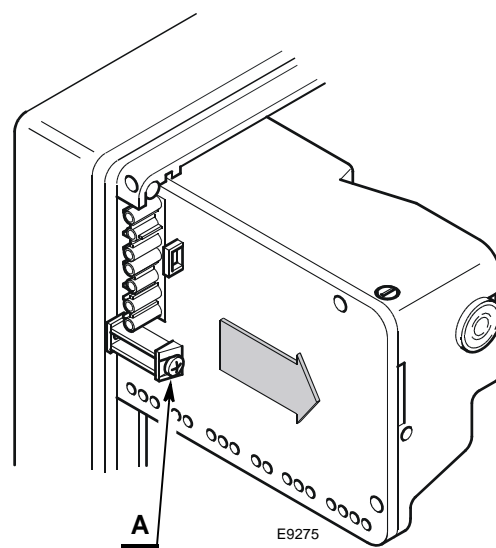

Fig. 13
- desconectar todos los conectores de la caja, el conector macho de 7 conectores, los cables de alta tensión y el cable a tierra (TB);
- desenroscar el tornillo **A** (Fig. 13) y tirar de la caja de control en el sentido de la flecha.